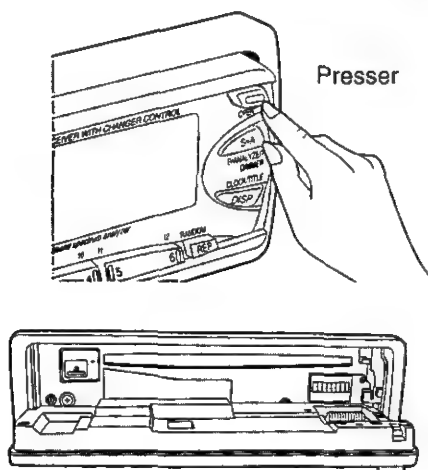

Fig. 4
- ① Couper le contact.
- ② Appuyer sur la touche d'ouverture **[OPEN]**. Le panneau avant amovible peut alors être ouvert. (→ Fig. 4)